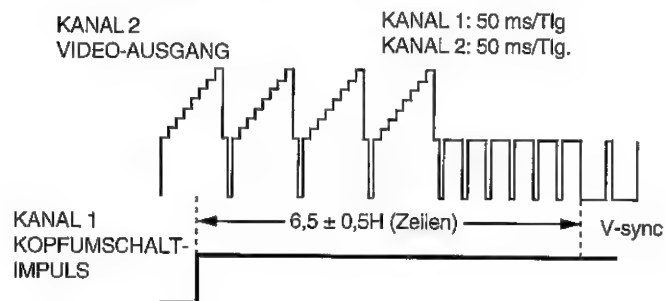

Abbildung 5-2.
6. Die Überprüfung der Wellenform am Oszilloskop gemäß Abbildung 5-2 unmittelbar nach Einstellung des Kopfumschaltpunkts vornehmen.